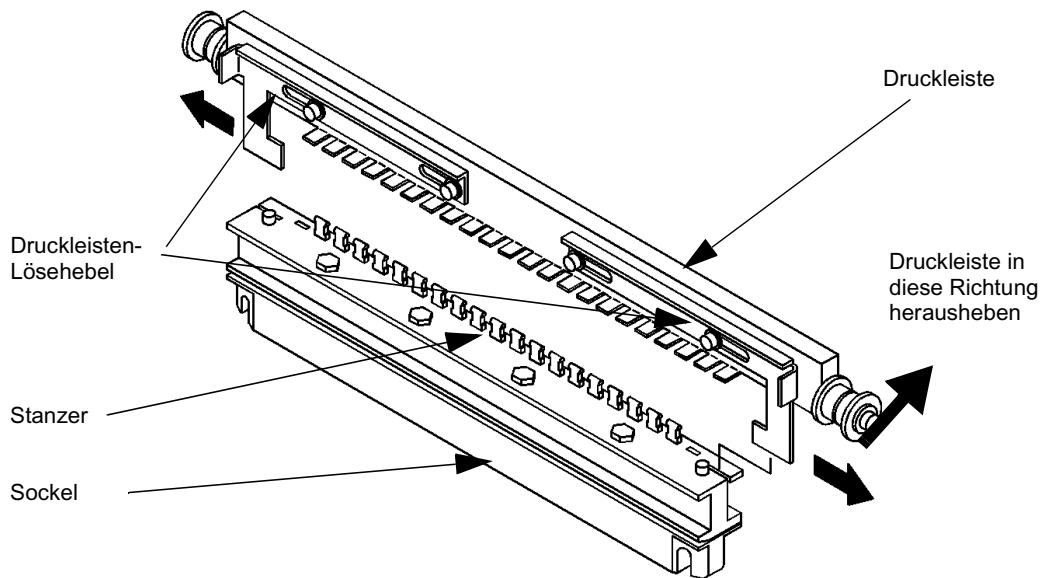

Abbildung 2-4: Zugang zu den Matrizenstanzern
- 1 Um einzelne Matrizenstanzer herauszunehmen und wieder einzusetzen, schieben Sie die Lösehebel der Druckleiste zur Seite und heben die Druckleiste von der Matrize ab, wie in Abbildung 2-4 gezeigt.